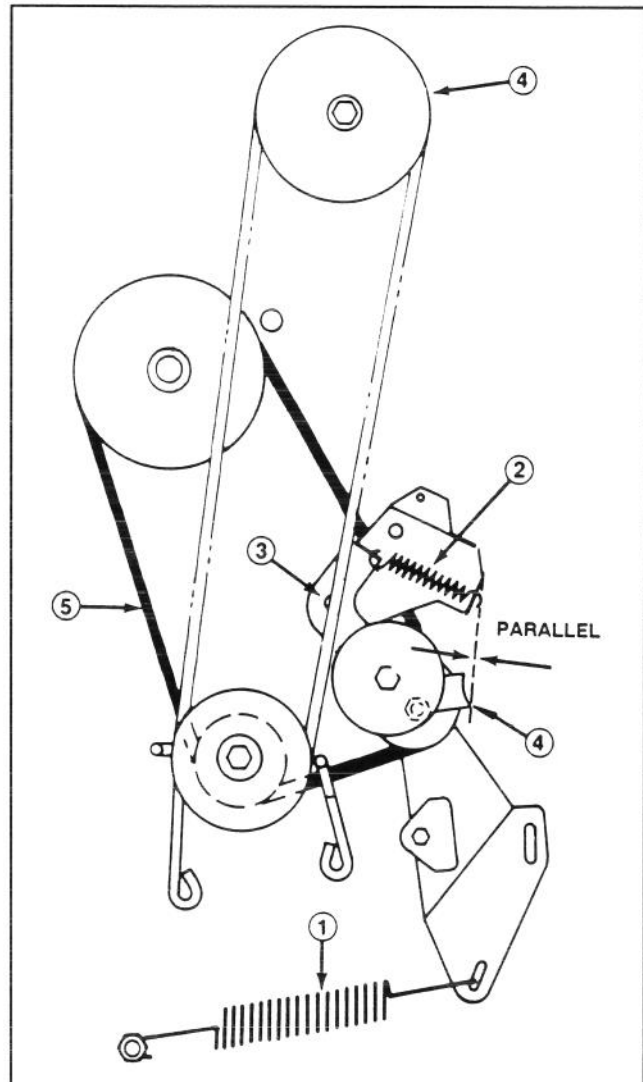

Abbildung 20
7. Die große Traktionsfeder aus der Befestigungsschraube aushaken (Abb. 20). Beim Entfernen dieser Feder mit Vorsicht umgehen – sie steht unter hoher Spannung.
8. Die Mitläuferfeder aus dem Mitläuferprofil aushaken (Abb. 20).
9. Die das Mitläuferprofil am Rahmen absichernde Gegenmutter, Unterlegscheibe und das Profil (Abb. 20) entfernen.
10. Die Gegenmutter an der Laufscheibe soweit lockern, bis die Riemenführung entfernt werden kann (Abb. 20). Den Riemen von allen Laufscheiben abnehmen.
- Hinweis:** Bei der erneuten Installation der Riemenführung am Mitläuferprofil sicherstellen, daß die Kanten der Riemenführung, wie in Abb. 20 dargestellt, parallel zum Riemen stehen.